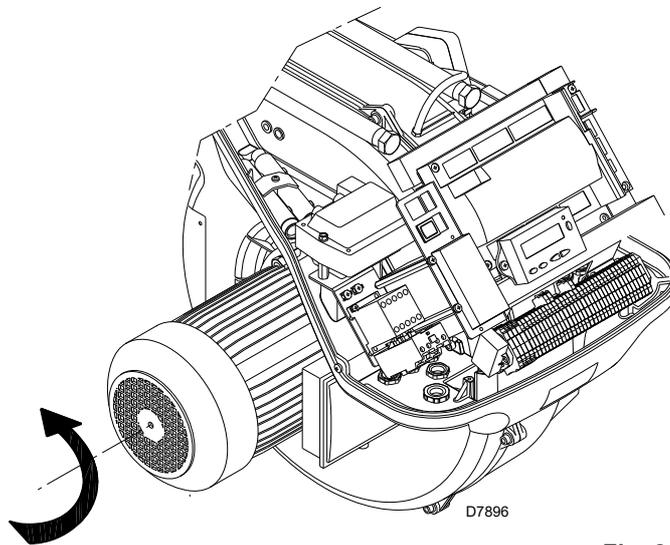

Fig. 31
Cerrar los termostatos/presostatos y poner el interruptor de la Fig. 31 en la posición "1".
Inmediatamente después del arranque del quemador posicionarse de frente al ventilador de refrigeración del motor ventilador y controlar que el mismo gire en sentido contrario a las agujas del reloj. Véase la Fig. 31.
- colocar el interruptor de la Fig. 31 en la posición "0" y esperar que la caja de control ejecute la fase de apagado;
El quemador está en estado de espera de solicitud de calor o el selector "0-1" de la (Fig. 31 a pág. 36) está en la posición "0".